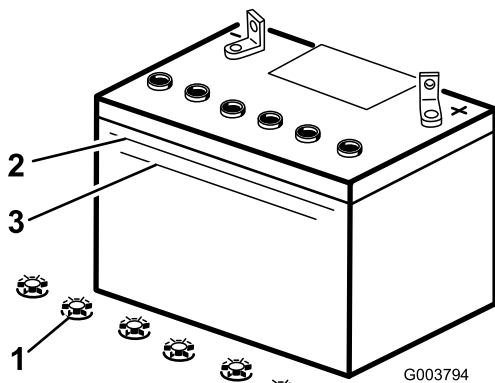

Figura 29
3. Mire hacia el lateral de la batería. El electrolito debe llegar a la línea superior (Figura 29). No permita que el electrolito esté por debajo de la línea inferior (Figura 29).
3. Retire los tapones de llenado de la batería (Figura 29).
4. Vierta lentamente agua destilada en cada célula de la batería hasta que el nivel de electrolito llegue a la línea superior (Figura 29) de la caja de la batería.
5. Espere de cinco a diez minutos después de llenar las células de la batería. Añada agua destilada, si es necesario, hasta que el nivel de electrolito llegue a la línea superior (Figura 29) de la caja de la batería.